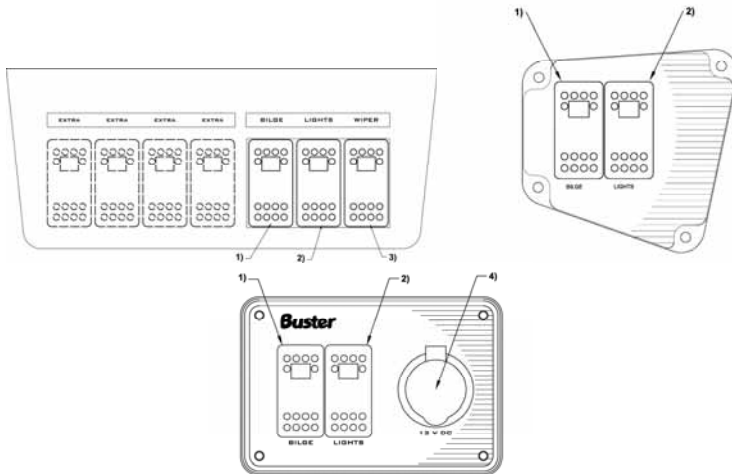

Рисунок 5. Панель переключателей для моделей *Buster Magnum* (слева), приборная панель остальных моделей *Buster* (справа).
- 6) Панель переключателей (см. Рисунок 5.)